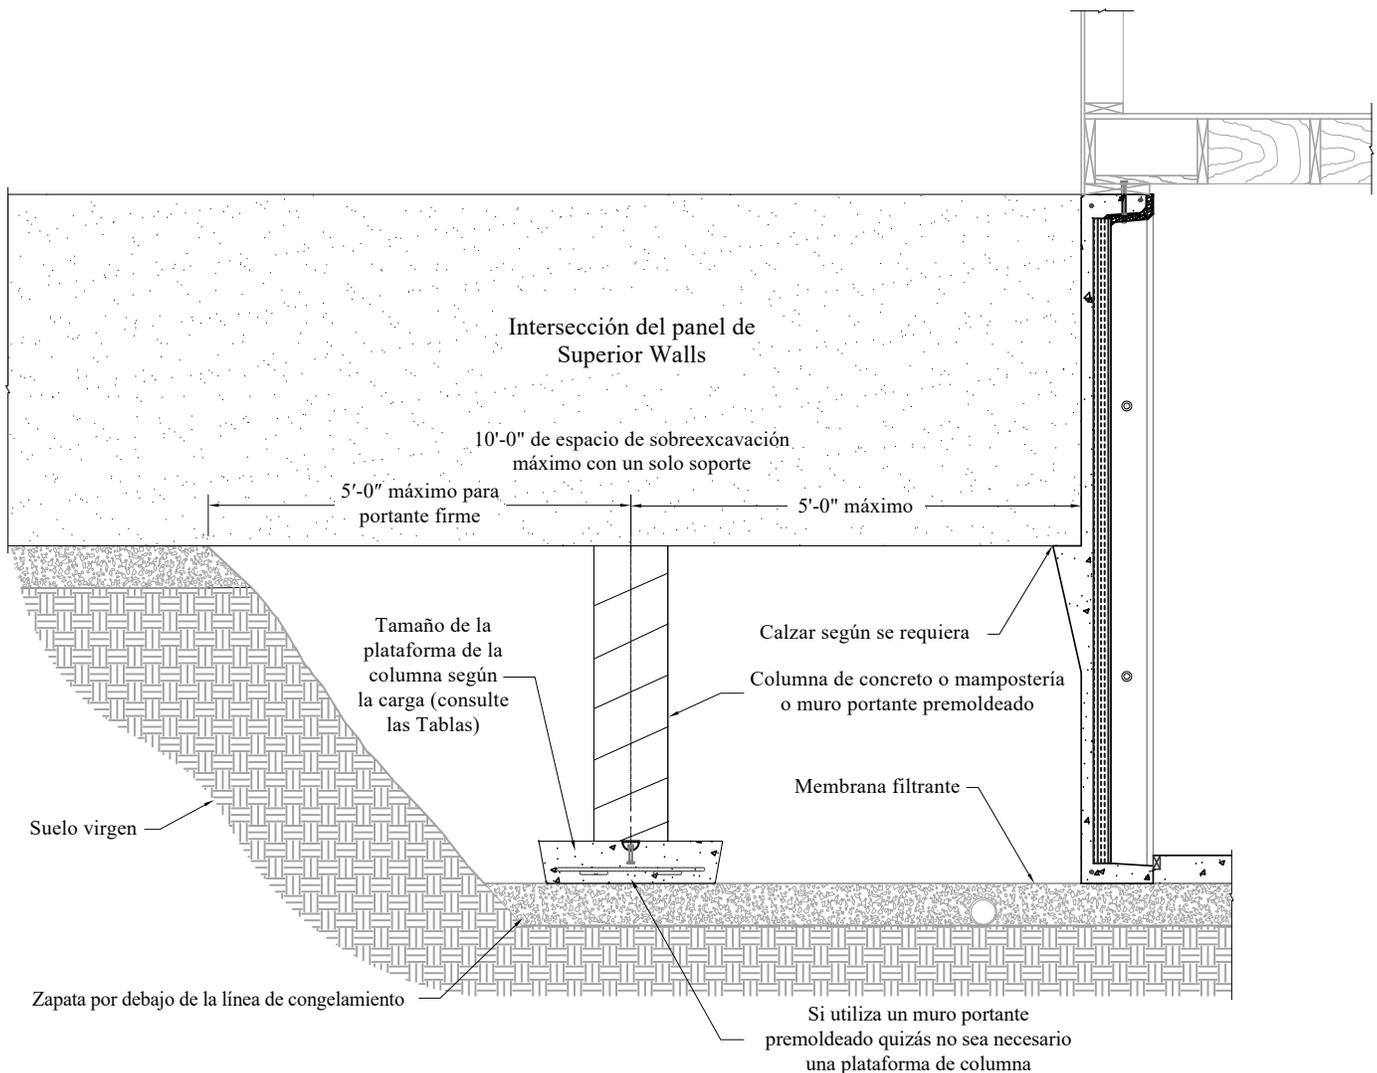

Figura 5
- Cuando una sobreexcavación es superior a 5'-0", se necesita una columna o muro de apoyo intermedio a menos que se proporcione la ingeniería específica del proyecto. (Consulte la Figura 5)